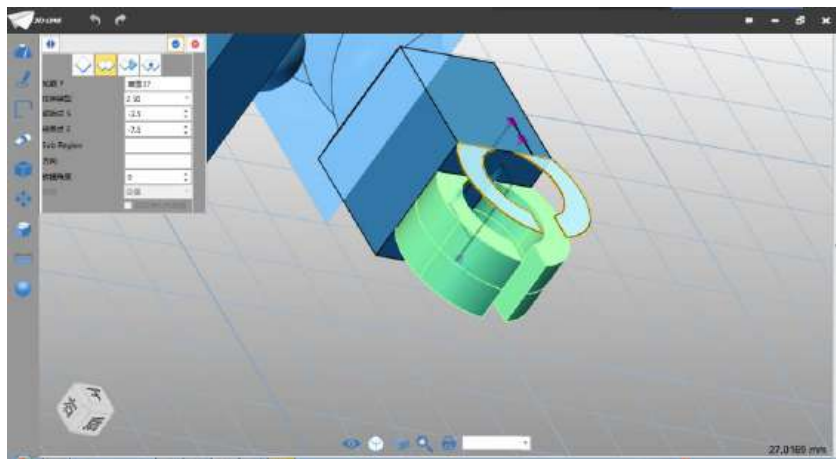

图 3-25
Step 25 点击退出草图，选择拉伸命令，拉伸类型选择 2 边，起始点设为-2.5，结束点设为-7.5，布尔运算设为加运算，如下图 3-25 所示：